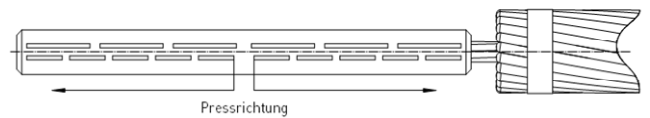

Bild 6
11. Pressen Sie das Stahlrohr mit dem auf der Zeichnung angegebenen Presswerkzeug. Die Verpressung erfolgt in der Reihenfolge der Verpressungsmarkierungen, beginnend an der Seite des Stahlkernendes und in Richtung des Stahlrohrendes (Bild 6). Die Anzahl der Verpressungen ist auf der Stahlhülse markiert. Siehe Nr. 18 zur Überprüfung der Kompression.